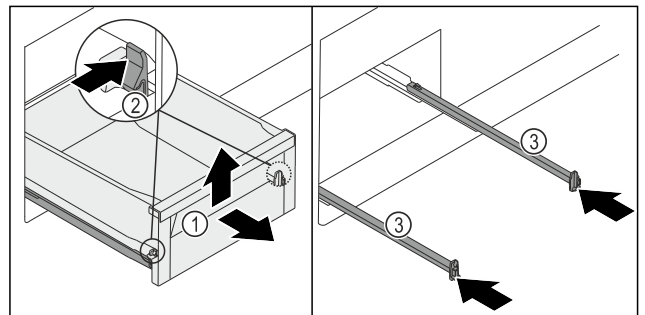

Fig. 131
- ▶ Schubfach Fig. 131 (1) bis zum Anschlag herausziehen.
- ▶ Klemme Fig. 131 (2) links und rechts gleichzeitig nach innen drücken.
- ▶ Schubfach Fig. 131 (1) löst sich von den Schienen.
- ▶ Schubfach Fig. 131 (1) vorne hochheben.
- ▶ Schubfach Fig. 131 (1) nach vorne entnehmen.
- ▶ Schienen Fig. 131 (3) einschieben.